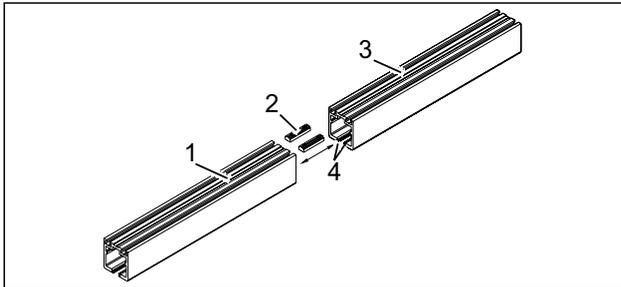

Abb. 3 Laufschiene zusammenstecken
2. Klemmstücke (Abb. 3/2) in die oberen Kanäle der Laufschiene (Abb. 3/1) einschieben.
3. Klemmstücke (Abb. 3/2) mit den Gewindestiften an der Oberseite fixieren.
4. Steckkerbstifte (4x) 20 mm in den unteren Kanal (Abb. 3/4) zur Hälfte einstecken.
5. Laufschienelemente (Abb. 3/1 und Abb. 3/3) zusammenstecken. Dafür die Klemmstücke (Abb. 3/2) in die oberen Kanäle der Laufschiene (Abb. 3/3) einschieben.
6. Klemmstücke (Abb. 3/2) mit den Gewindestiften an der Oberseite fixieren.